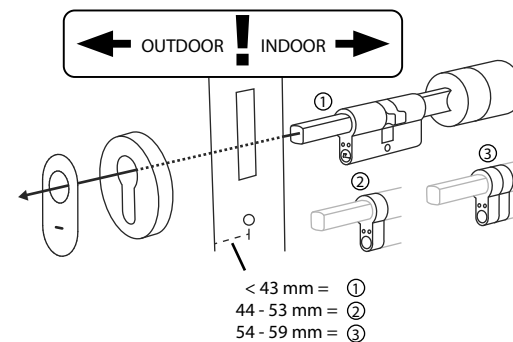

Fig. 8
- 5 Deslice el cilindro desde la parte interior de la puerta hacia afuera de la cerradura empotrable de la puerta. Deslice la cubierta de la cerradura de emergencia en el exterior sobre el eje de la cerradura (Fig. 8).